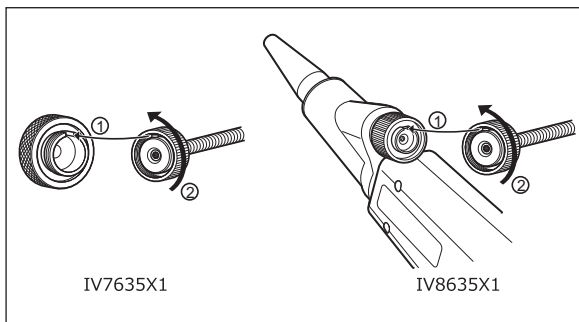

図 3.6
2. チャンネルポートの切り欠き部にチャックアダプタの突起部を位置決めしてから CH リングを締め付けてチャックアダプタを固定します。(図 3.6 参照)